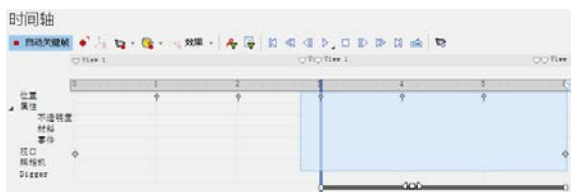

图 8-72 整体移动关键帧
STEP 3 鼠标单击顶部横杠，向左拖动，令所复制的关键帧区域的第一关键帧与原关键帧区域的 3s 处的关键帧重合，如图 8-72 所示（此处也可以保持一定距离，如留有一定距离，爆炸动画完成后，会有一段静态的展示时间）。